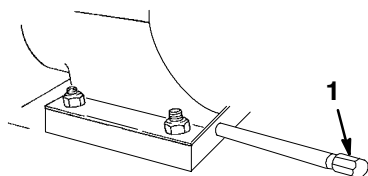

Bild 23
2. Reinigen Sie den Bereich um die Verschlusschraube (Bild 23).
3. Schieben Sie eine Ölwanne unter den Ablassstutzen und entfernen die Verschlusschraube (Bild 23).